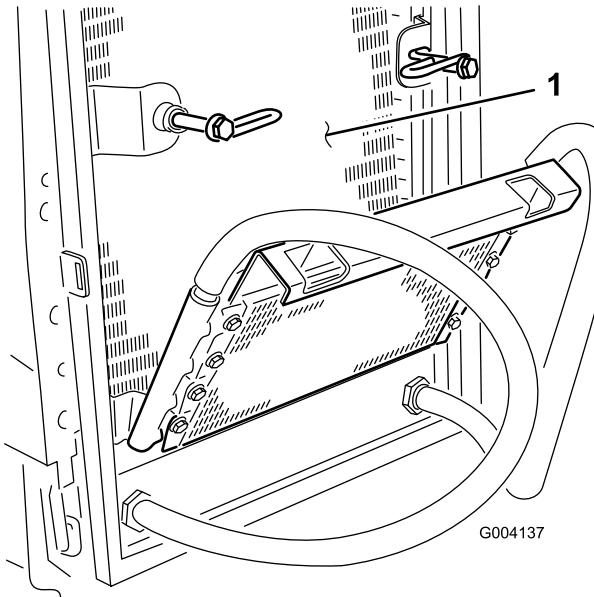

Figure 63
6. Nettoyez soigneusement les deux côtés du refroidisseur d'huile et du radiateur (Figure 63) à l'air comprimé.